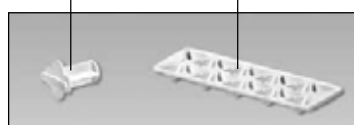

Figura 1 – Congelatorul și piesele accesorie
1.1 Congelatorul prezentat în figura 1 este destinat pentru congelarea alimentelor proaspete, pastrarea în coșuri a alimentelor congelate, pregătirea gheții comestibile.